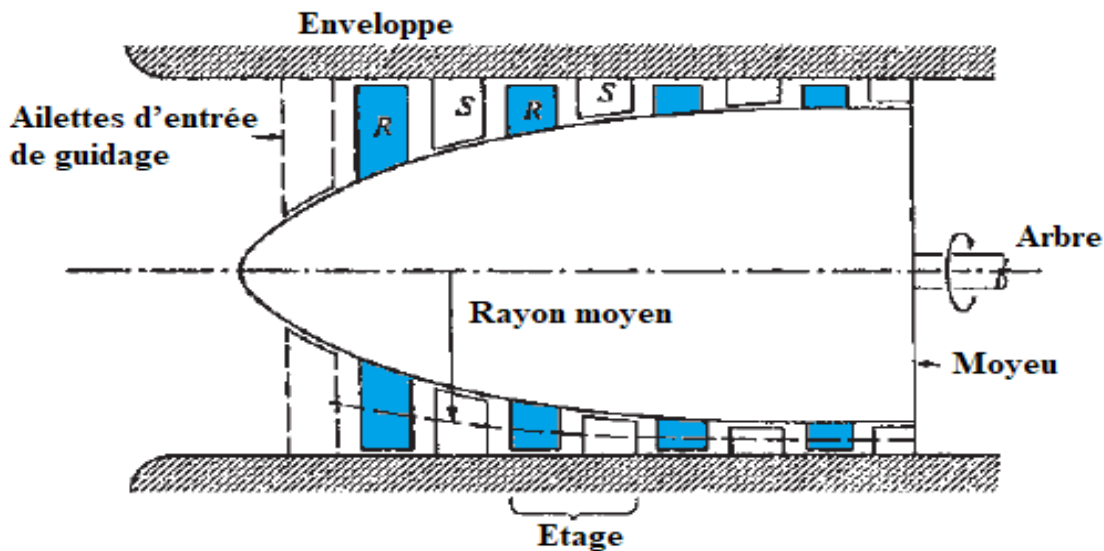

Figure 10. Turbomachine axiale, vue méridionale rangée d'aubes mobile (rotor) et fixes (stator)
- Chaque rangée d'aubes mobile du rotor, est suivie d'une rangée d'aubes fixes du stator qui dirige le fluide dans la direction correcte vers le rotor de l'étage suivant (figure 10).